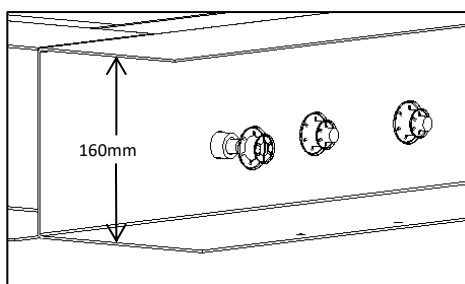

Bild 5
6. Stahlrohre und Rollstäbe werden mit Sicherungsscheiben gegen Herausziehen gesichert (**Bild 5**).